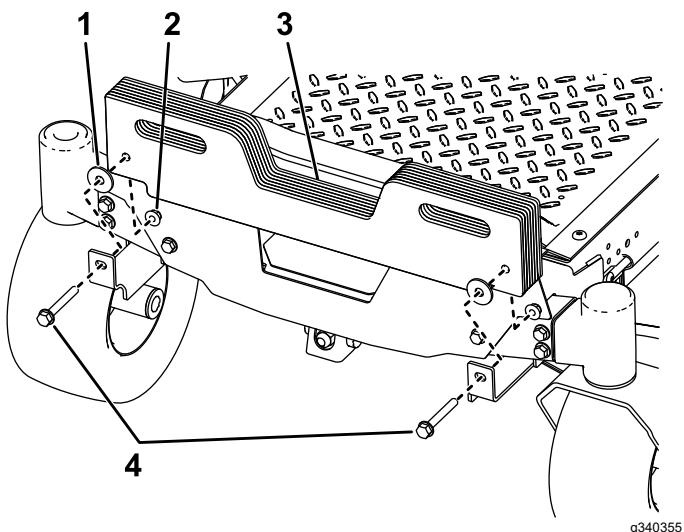

Figura 5
2. Instale los pesos de maletín en los soportes de montaje de los pesos con 2 pernos (5/8" x 2 3/4"), 2 arandelas y 2 contratuerca (3/8"), como se muestra en la Figura 5.